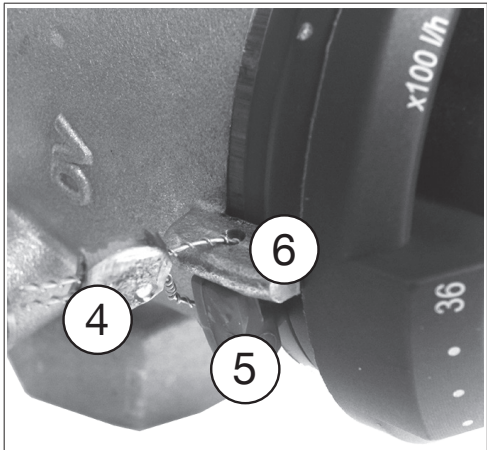

Fig. 12: Protection du préréglage
1. Démontez la bague de blocage (3).
2. Pousser la poignée manuelle (2) et la tourner jusqu'à ce que le marquage de la valeur de consigne (1) se trouve en face de la valeur de débit souhaitée (maintenant la poignée manuelle enclenche dans la denture).
3. Remonter la bague de blocage (3).
En option, la bague de blocage (5) peut être plombée au marquage de la valeur de consigne (6) à l'aide du jeu de plombage (4) (accessoire, réf. 1089091) (voir Fig. 12).